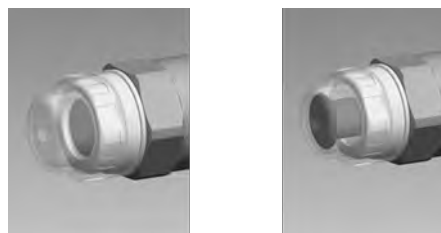

Fig. 9: Sensor óptico de ruptura de membrana, não accionado e accionado
Nos sensores **ópticos** de ruptura de membrana, o cilindro (6) vermelho escureado sob a tampa transparente (7) salta para a frente em caso de ruptura da membrana, de forma a ficar claramente visível - ver Fig. 9.